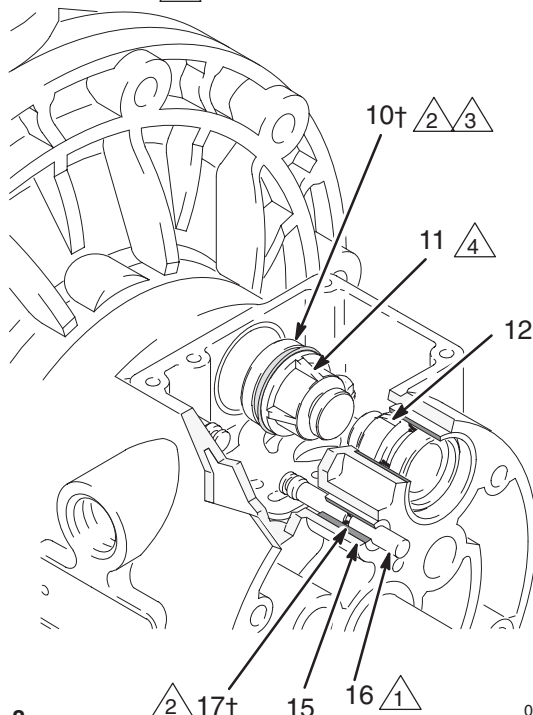

Abb. 8
4. Die beiden Stellmotorkolben (11) aus den Lagern (12) ziehen. Die Packungen (10) von den Kolben abziehen. Die Führungsstifte (16) aus den Lagern (15) ziehen. Die O-Ringe (17) von den Führungsstiften abziehen. Siehe Abb. 8.
6. Die Lager (12, 15) im eingebauten Zustand überprüfen. Siehe Abb. 8. Die Lager sind konisch; wenn sie schadhaft sind, müssen sie von außen ausgebaut werden. Dies erfordert den Ausbau der materialbenetzten Teile. Siehe Seite 20.
4. An jedem Führungsstift (16) einen O-Ring (17†) einbauen. Die Stifte und O-Ringe fetten. Die Stifte mit dem **schmalen** Ende voran in die Lager (15) einschieben. Siehe Abb. 8.
5. An jedem Stellmotorkolben (11) eine Packung (10†) einbauen, so daß die Lippen der Packungen zum **schmalen** Ende der Kolben weisen. Siehe Abb. 8.
6. Die Packungen (10†) und die Stellmotorkolben (11) fetten. Die Stellmotorkolben mit dem **dicken** Ende voran in die Lager (12) einschieben. Das schmale Ende des Kolbens frei lassen. Siehe Abb. 8.